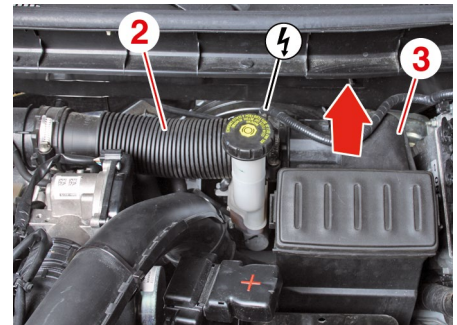

Fig. 13
- il condotto (2) (Fig. 13),
- la scatola del filtro dell'aria (3).